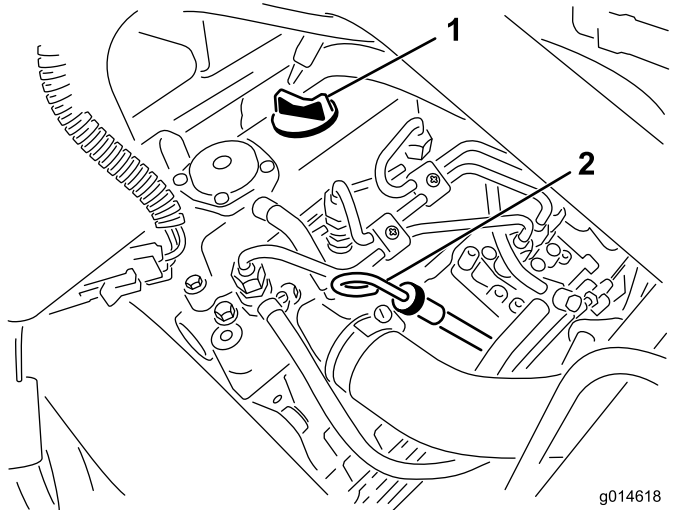

Figure 33
2. Retirez la jauge et essuyez-la sur un chiffon propre (Figure 33).